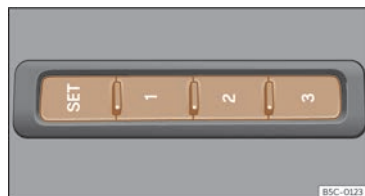

Fig. 74 Al lateral exterior del seient del conductor: teclat de memòria.
- Premeu la tecla **SET** durant més d'1 segon >>> **fig. 74**.